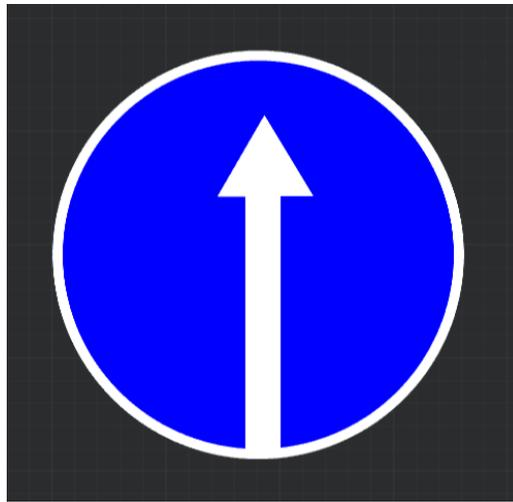

Рис. 3.58
10. Заштриховываем остальные поля. Дорожный знак готов. Результат оформляем после прохождения практической работы №4, для удобства сохраняем в формате dwg* (рис. 3.58).